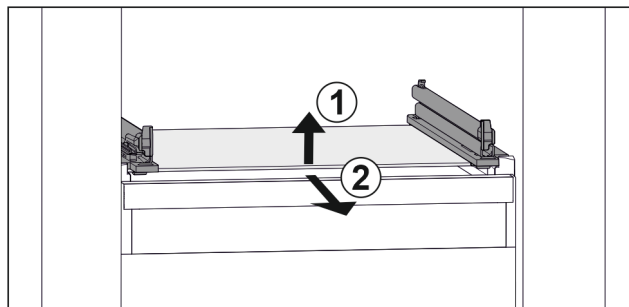

Fig. 158 Příklad znázornění skleněné desky
- ▶ Nadzvedněte skleněnou desku vpředu. Fig. 158 (1)
- ▶ Vyjměte skleněnou desku dopředu. Fig. 158 (2)